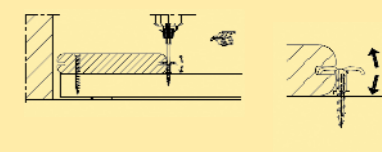

Abbildung 1
- Schritt 3 Schieben Sie den COBRA®-Clip entlang der Nutung und bringen Sie sie mittig auf dem Unterkonstruktionsbalken an (Abbildung 1).